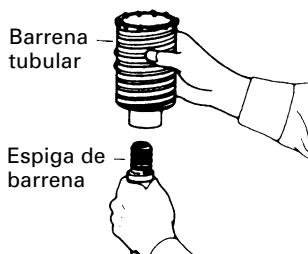

Fig. 10
- (1) Montar la barrena tubular en su espiga. (Fig. 10)